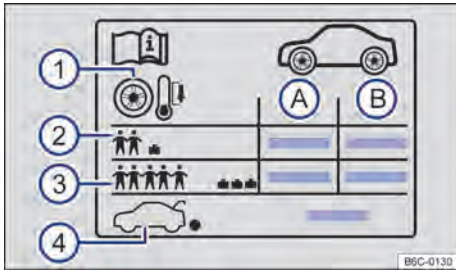

Fig. 192 Etiqueta con las presiones de los neumáticos
Indicaciones en la etiqueta de presión de los neumáticos → fig. 192:
- Adecuar la presión de los neumáticos según la carga del vehículo → fig. 192 (3).